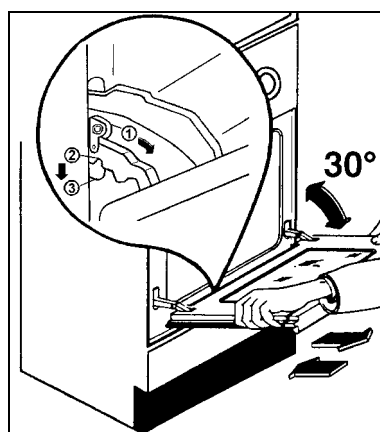

fig. 8
- Prindeți ușa cu ambele mâini și închideți-o parțial până la un unghi de 30° (fig.8).
- Prindeți ușa cu ambele mâini și țineți-o sub un unghi de aproximativ 30° (fig.8).
- Introduceți și apoi împingeți ușor balamalele în decupările practicate pe fața cuptorului, asigurându-vă că umărul de sprijin (2) al brațului balamalei, se așează corect în decuparea (3) din suportul balama (fig.8).
- Rotiți cele două piese de blocare (1) complet în jos (fig.8);